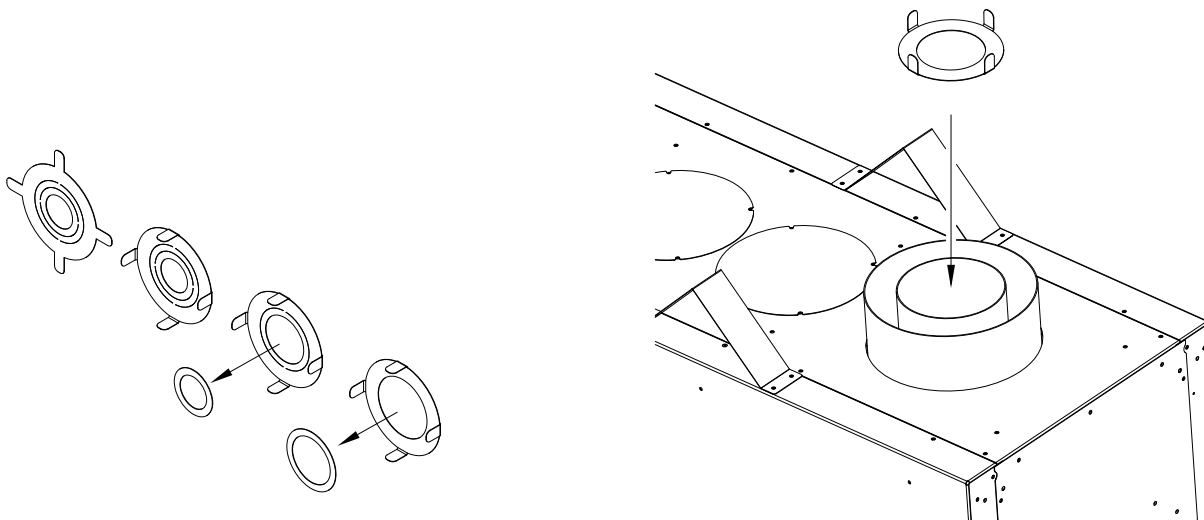

Figure 7.3 - Installation de la plaque de restriction d'évacuation
- La plaque de restriction fournie a tous ses anneaux intérieurs intacts et, une fois installée, elle offre la restriction d'évacuation la plus élevée. Les (2) anneaux pré-coupés du centre peuvent être retirés. Pour créer moins de restriction, retirez seulement le premier anneau du centre; pour créer encore moins de restriction, retirez aussi le deuxième anneau du centre.
- Voir la Figure 7.3 pour installer la plaque de restriction avant de raccorder le conduit d'évacuation. Pour les recommandations d'ajustement d'évacuation par la plaque de restriction, voir la Section 11.2.3, Restriction d'évacuation (après installation).